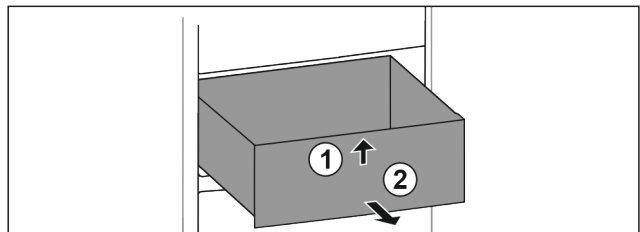

Fig. 21
- ▶ Schubfach vorne anheben. Fig. 21 (1)
- ▶ Schubfach nach vorne entnehmen. Fig. 21 (2)